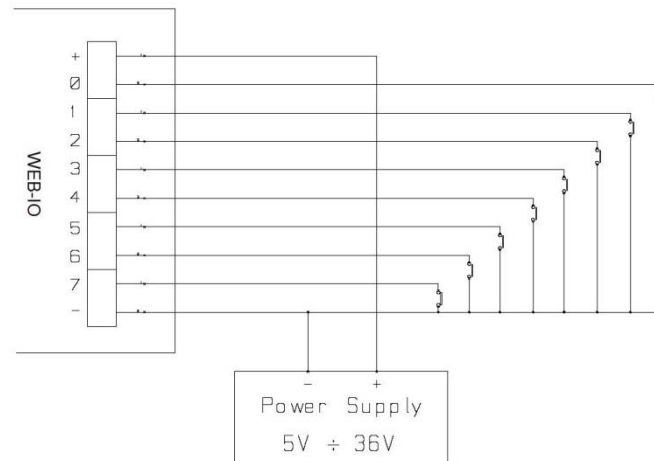

Figura 5a: schema implementazione ingressi.
-Figura 5a: nel caso in cui gli ingressi debbano rilevare la pressione di un pulsante oppure un'uscita *open collector*.